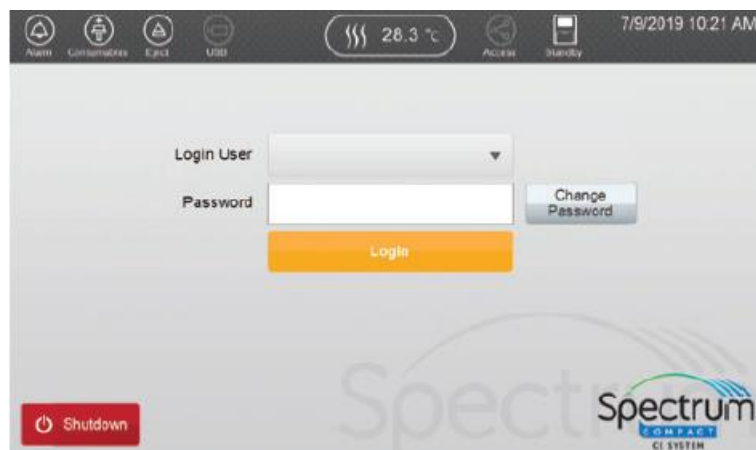

図 183 Login 画面
2. Login の画面 (図 183) の **Shutdown** を選択してください。